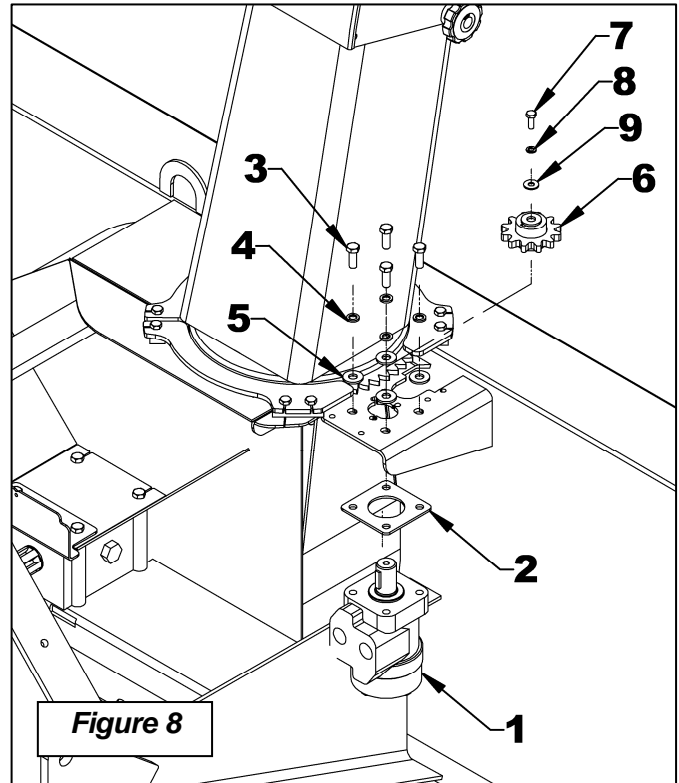

Figure 8
(Figures 8 à 12)
2. **Figure 8:** Positionner l'espaceur du moteur (item 2) sur le dessus du moteur (item 1) en alignant les trous. Installer le moteur (item 1) sous la base du bâti de la souffleuse et le fixer à l'aide de quatre boulons 3/8"NC x 1" (item 3), quatre rondelles de blocage 3/8" (item 4) et quatre rondelles plates 3/8" (item 5). Serrer légèrement.
3. **Figure 8:** S'assurer que la clé Woodruf est placée sur l'arbre du moteur et insérer l'engrenage du moteur (item 6) sur celui-ci. Fixer à l'aide d'un boulon 1/4"NC x 1" (item 7), une rondelle de blocage 1/4" (item 8) et une rondelle plate 1/4" (item 9).